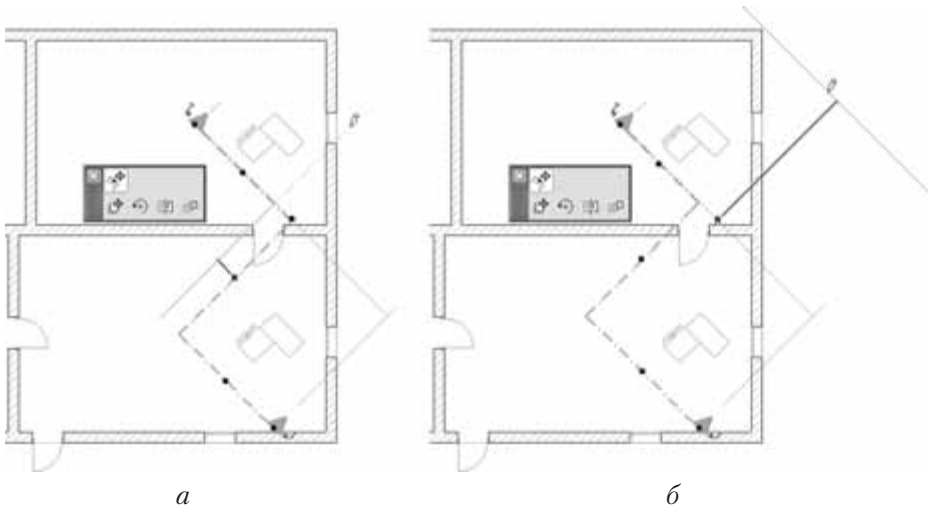

Рис. 11.16. Редактирование геометрии разреза
4. Переместите указатель мыши, визуальнo контролируя необходимое положение межсегментной линии (рис. 11.16, а).
4. Переместите указатель мыши, визуальнo контролируя необходимое положение границы удаленной области (рис. 11.16, б).